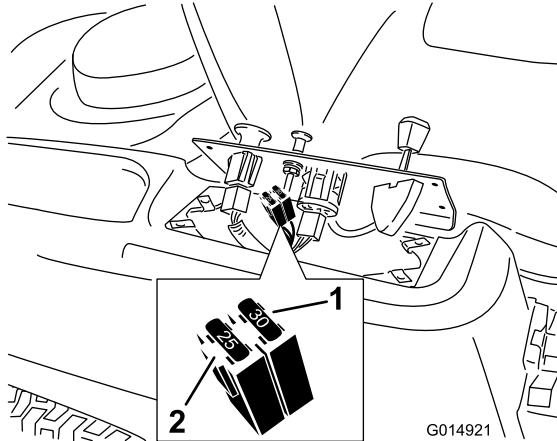

Figure 39
- Soulevez le panneau de commande pour accéder au faisceau de câblage principal et à la boîte à fusibles (Figure 39).
- Pour remplacer un fusible, tirez dessus pour l'enlever (Figure 39).